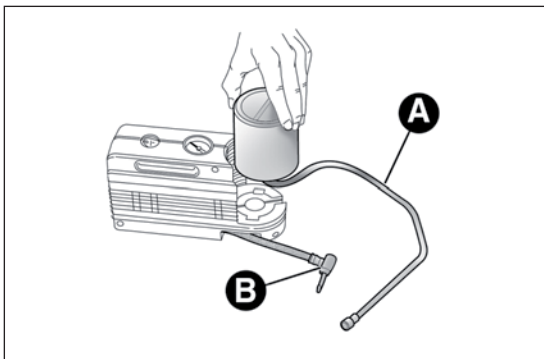

РИС. 134
- отсоедините муфту А РИС. 134 и трубку В;